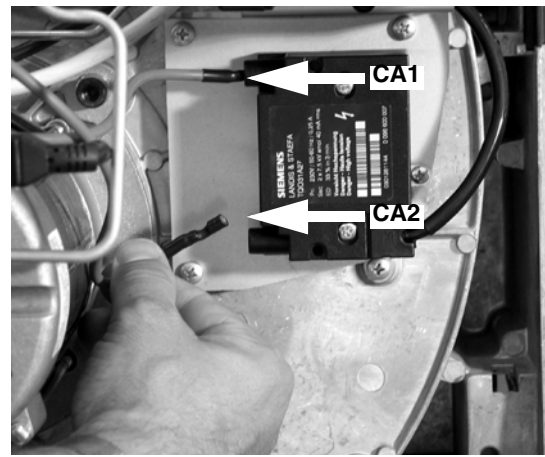

Fig. 43
- Extraer los cables de encendido **CA1** y **CA2** del transformador (Fig. 43).